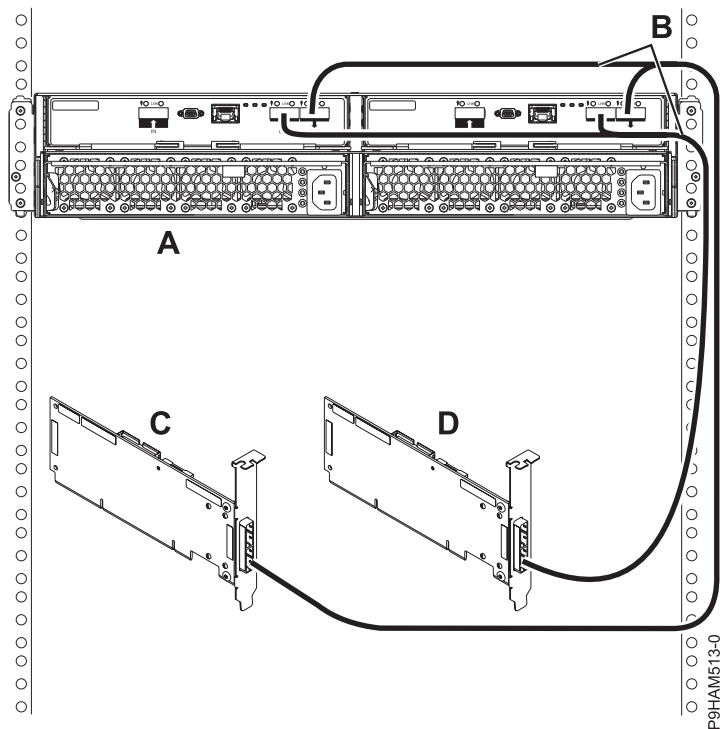

Figura 27. Conexión de la modalidad 2 de un alojamiento de unidad de disco 5887 utilizando cables YO a dos adaptadores SAS independientes
18. Lleve a cabo una conexión en la modalidad 2 de un alojamiento de unidad de disco 5887 (**A**) utilizando cables YO (**B**) a dos adaptadores SAS independientes (**C y D**), tal como se muestra en la Figura 27 en la página 26 y, a continuación, continúe con “Conexión de los cables, cables de alimentación e instalación de cubiertas” en la página 29.